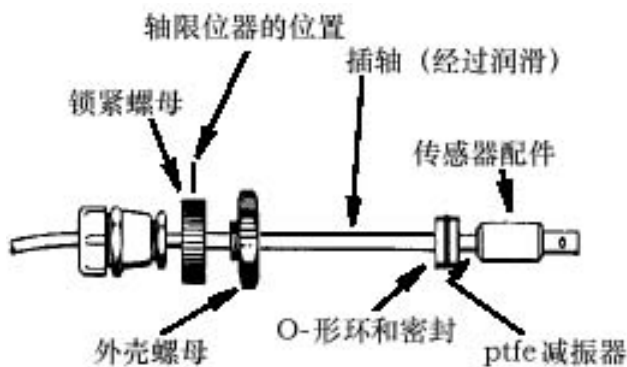

图 9、闸阀插入式传感器的装配
- 5、将减振器和 O-形环以及密封滑入到插轴上，直到减振器靠在传感器配件上（见图 9）。